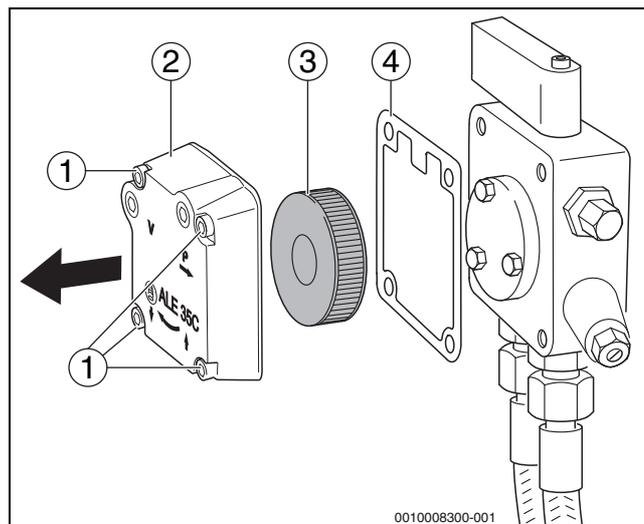

Bild 31 Ölpumpenfilter prüfen – Ölpumpe Suntec
- ▶ Die vier Innensechskantschrauben (→Bild 31, [1]) lösen.
- ▶ Gehäusedeckel (→Bild 31, [2]) abnehmen.
- ▶ Ölpumpenfilter (→Bild 31, [3]) herausnehmen.
- ▶ Dichtung (→Bild 31, [4]) auf Beschädigung prüfen und gegebenenfalls austauschen.
- ▶ Ölpumpenfilter (→Bild 31, [3]) mit Waschbenzin reinigen, gegebenenfalls austauschen und wieder in die Ölpumpe einbauen.